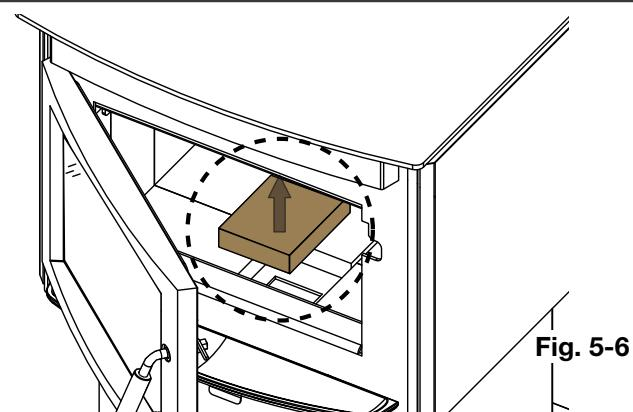

Fig. 5-6
- Retirez la petite brique légère servant à couvrir l'ouverture des cendres et mettez-la de côté pour usage ultérieur (**Fig. 5-6**).